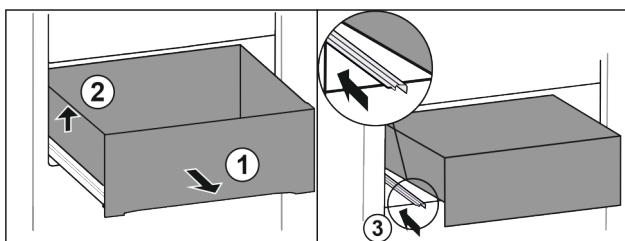

Fig. 62
- ▶ Wysunąć szufladę do oporu. Fig. 62 (1)
- ▶ Unieść szufladę po lewej. Fig. 62 (2)
- ▶ Wsunąć lewą szynę. Fig. 62 (3)